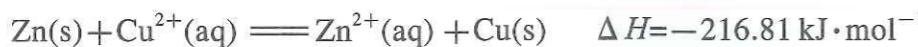

图 1-9 铜锌原电池构造和原理示意图
1. 分析图1-9，写出实验2中发生反应的化学方程式和离子方程式。